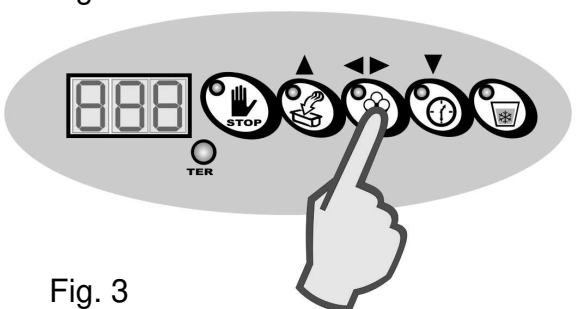

Fig. 3
6. Si, en cambio, desea modificar el paso seleccionado, presione la tecla “CONFIRMACIÓN” (fig. 3) para visualizar el valor actual y luego presione las teclas “UP” o “DOWN” para aumentar o disminuir respectivamente el valor. Luego, presione la tecla “CONFIRMACIÓN” para confirmar el dato.